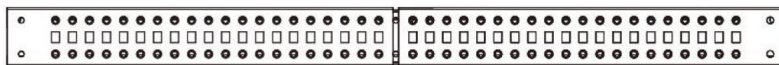

Figure 2
3. Schieben Sie die linken und rechten Eckhalterungen entlang der Mittelteile nach innen und richten Sie die Mittelteile an der Öffnung der linken und rechten Eckhalterungen aus. (Abbildung 2)